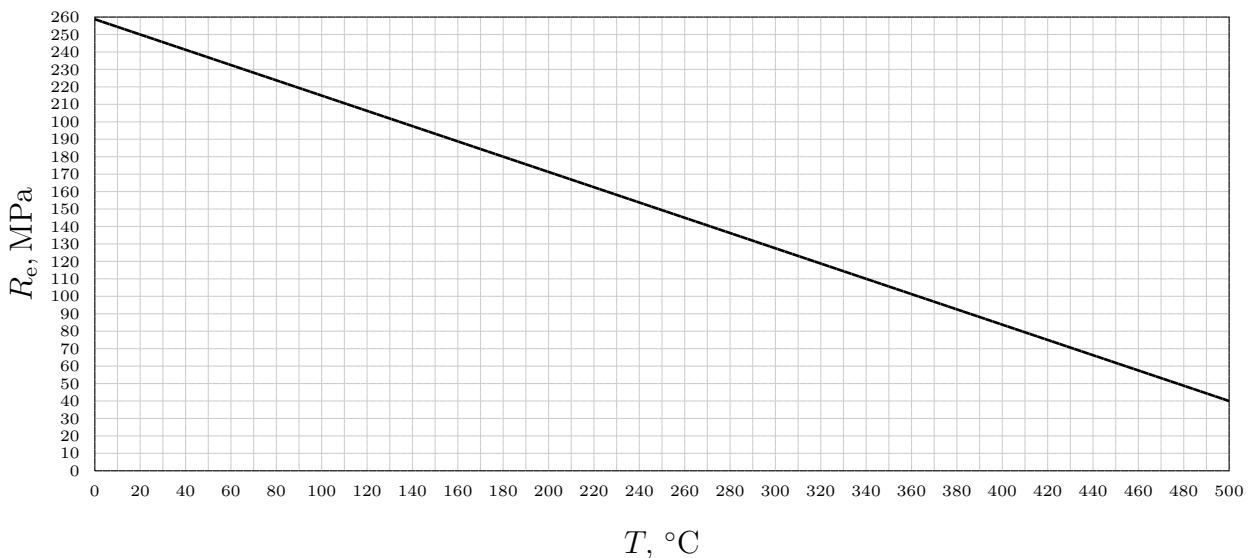

FIGURE 1 – Dépendance de la limite élastique en fonction de la température
- b) Le coefficient de frottement entre la filière et la pièce est de $\mu = 0.1$ et la limite élastique R_e du matériau dépend de la température T de façon plus ou moins linéaire entre $T = 0^\circ\text{C}$ et $T = 500^\circ\text{C}$. Cette dépendance est illustrée sur la Fig. 1.
En lisant sur la Fig. 1 que $R_e \simeq 250 \text{ MPa}$ à 20°C et en tenant compte que $\mu \cot \alpha = 0.1 \times 5 = 0.5$ et que $r \simeq 0.5$, on trouve :
La force d'extrusion est en proportion de la limite élastique du matériau. Pour diminuer de cinq fois la force, il faut donc diminuer de cinq fois la limite élastique du matériau, soit la faire passer à environ $R_e \simeq \frac{250}{5} = 50 \text{ MPa}$. Pour cela, on lit sur la Fig. 1 qu'une température T comprise entre 475°C et 480°C sera nécessaire au minimum. Si on admet la linéarité avec $R_e = 250 \text{ MPa}$ à 20°C et $R_e = 40 \text{ MPa}$ à 500°C , la température à laquelle on aura $R_e = 50 \text{ MPa}$ sera exactement $T \simeq 477.14^\circ\text{C}$.